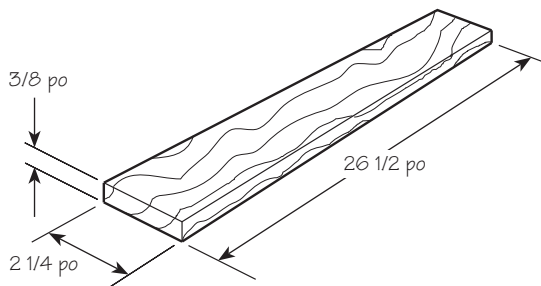

Figure 2
3. **Préparer des bandes de chant** – Si le garde-chaîne d'aluminium doit être fixé sur un établi Veritas® sans ceinture, tailler une ou deux pièces d'érable ou d'un autre bois dur selon les dimensions données à la **figure 2**. Si le garde-chaîne doit être fixé sur une presse dont les mâchoires **ne sont pas** fabriquées par Veritas, les bandes de chant de 3/8 po d'épaisseur doivent être coupées 1/4 po plus longues et plus larges que les mâchoires.